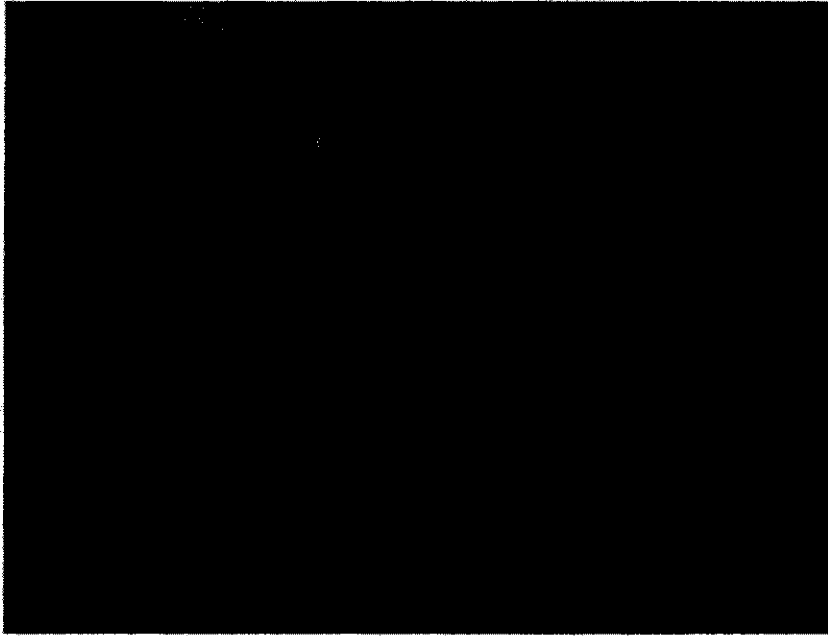

Fig. 1 Situación del filtro de toma de aire de la PSN en el compartimento de la batería
1. Abra la tapa del compartimento de la batería y retire la batería. 2. Quite la caperuza de plástico que cubre el filtro de toma de aire a través de la abertura de la parte de arriba del compartimento de la batería (ver la flecha en la Fig. 1).